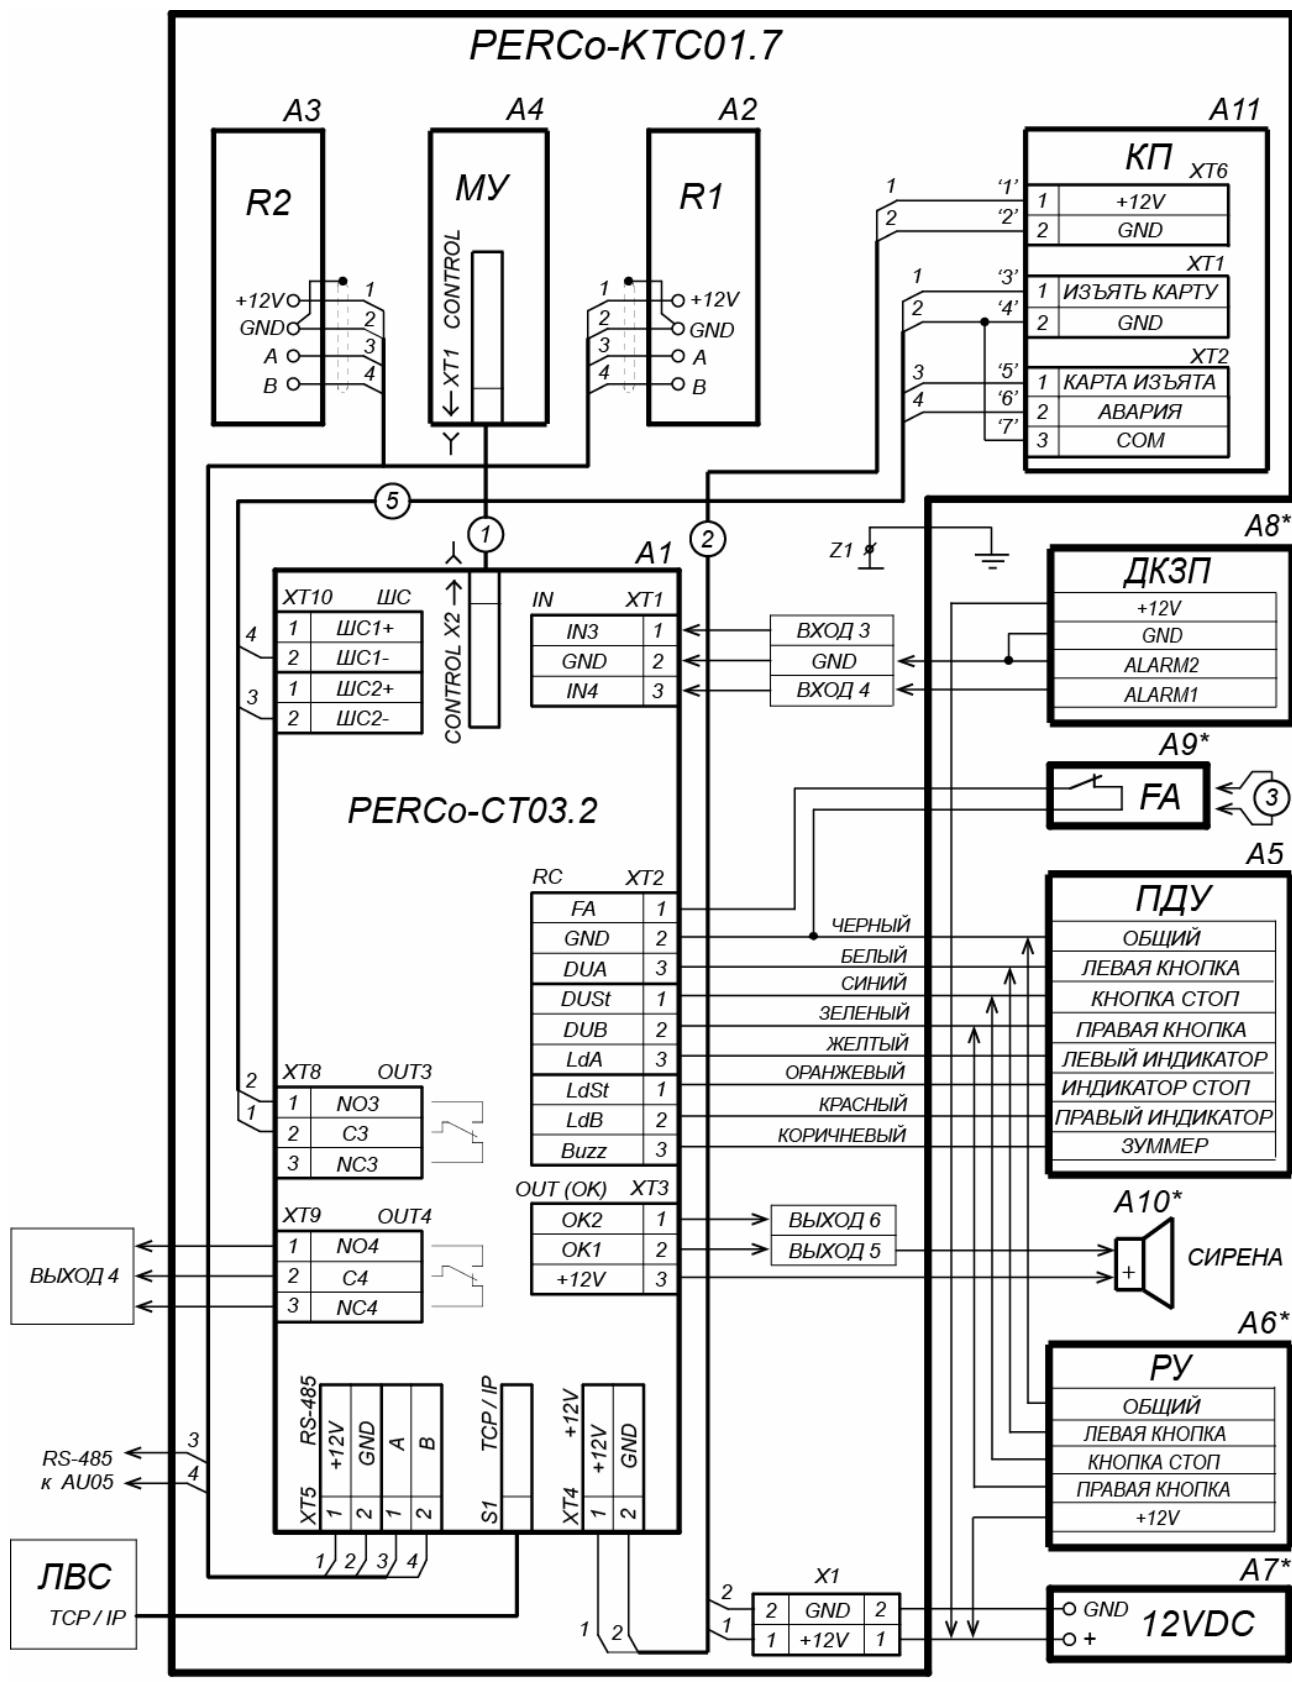

Рисунок 13. Схема подключения ЭП и дополнительного оборудования
Расположение клеммных колодок на нижней плате контроллера ЭП показано на рис. 5, назначение контактов клеммных колодок указано в табл. 1. Схема подключения приведена на рис. 13. Используемые при подключении типы кабелей указаны в табл. 4. При монтаже ЭП придерживайтесь следующей последовательности действий:
11. Подключите кабель питания (15) к выносной клеммной колодке X1 на плате контроллера ЭП согласно схеме, приведенной на рис. 13.
12. Подключите кабель (13) ПДУ (12) к клеммной колодке **ХТ2** на плате контроллера ЭП согласно схеме, приведенной на рис. 13.
13. Подключите при необходимости кабели от других устройств к соответствующим клеммным колодкам платы контроллера ЭП согласно схеме (см. рис. 13).
- позиционные обозначения A1-A4 и Z1 – указаны на рис. 13
10. Подсоедините кабель картоприемника к плате управления картоприемника согласно схеме на рис. 13 и рис. 6.
11. Установите и закрепите торцевые крышки (9) в порядке, обратном снятию.
12. Установите в рабочее положение контейнер картоприемника со стороны механизма картоприемника, а заглушку (10) – с противоположной стороны.
13. Установите крышку (3) в рабочее положение (см. разд. 6).